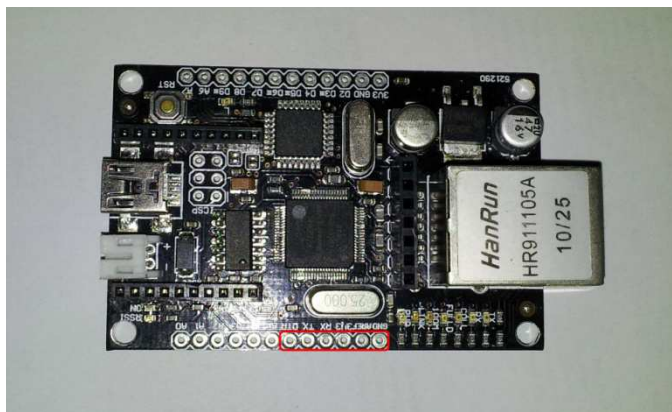
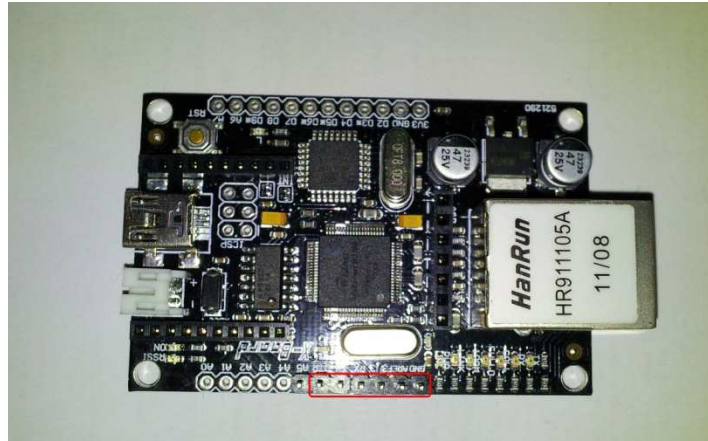

图 1-1 : XBoard 引脚未焊排针
图 1-2 : XBoard 引脚已焊排针
1. 首先在 Xboard 的引脚上焊上排针，用来提供与 FTDI 程序下载器的接口进行程序的烧写，排针的焊接位置如图 1-1 所示，焊接完成后如图 1-2 所示。